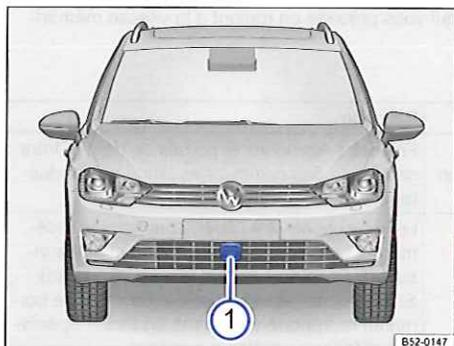

Fig. 177 Dans le pare-chocs avant : capteur radar
Afin d'évaluer les conditions de circulation, un capteur radar est monté dans le pare-chocs avant  $\Rightarrow$  fig. 177 ①. Ce capteur permet de détecter les véhicules qui vous précèdent jusqu'à une distance de 120 m environ